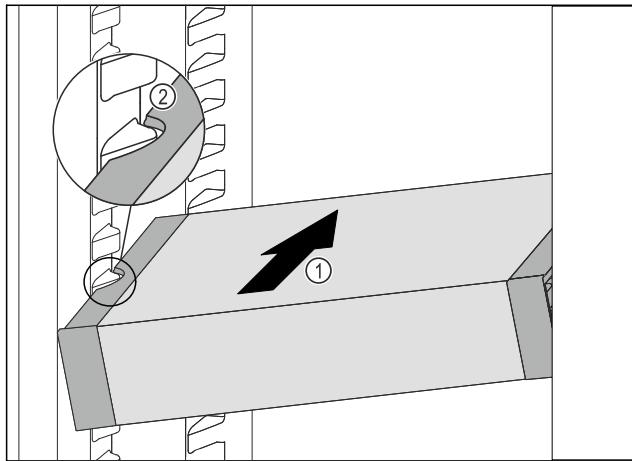

Fig. 48
- Вдвигайте VarioSafe под наклоном в холодильное отделение Fig. 48 (1), пока боковые выемки Fig. 48 (2) VarioSafe не окажутся на высоте выступа резервуара в холодильном отделении.